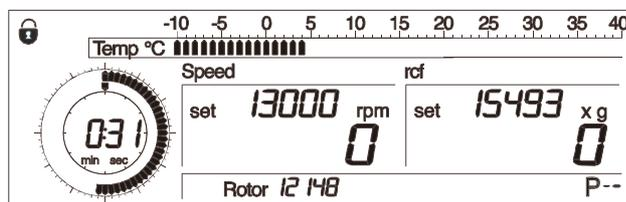

Fig. 5.21: Symbole du cadenas
- Tournez le bouton rotatif gauche jusqu'à ce qu'un cadenas soit affiché à gauche en haut (Fig. 5.21).